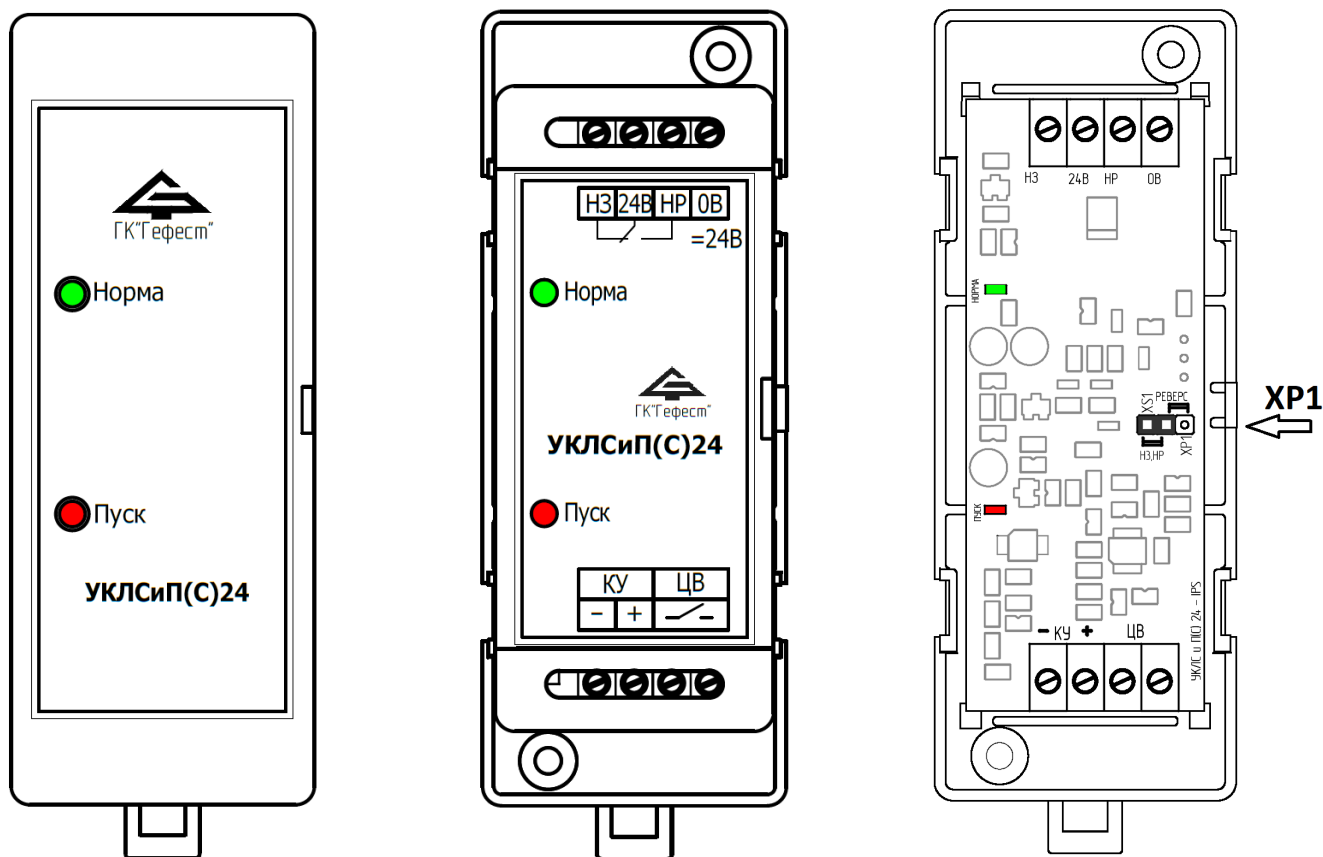

Рисунок 1 Внешний вид УКЛСиП(С)24
3.1 Конструктивно УКЛСиП(С)24 выполнено в виде блока с двумя съемными крышками (см. рисунок 1).